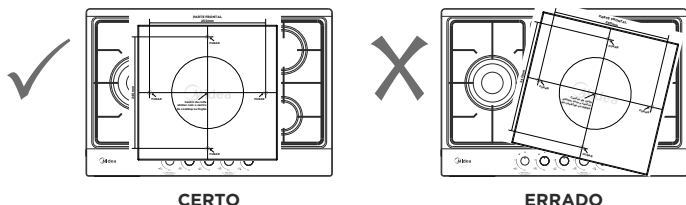

Fig. 15
- Marque o centro da mesa do cooktop ou fogão (Fig. 15).